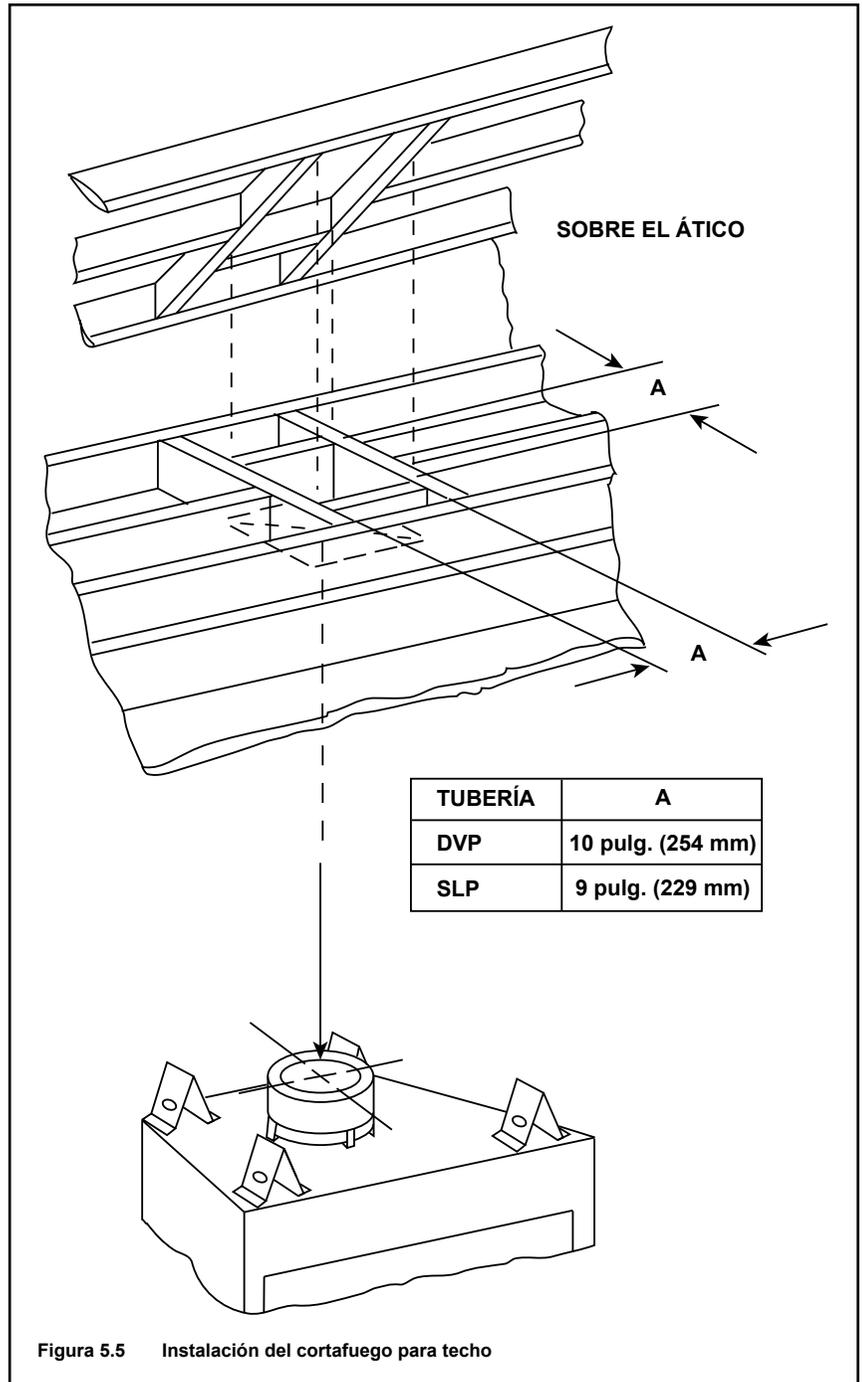

Figura 5.5 Instalación del cortafuego para techo
- **Solo tubería DVP:** enmarque una abertura de 10 pulgadas por 10 pulgadas (254 mm por 254 mm) siempre que el conducto de ventilación penetre el techo o piso (consulte la Figura 5.5).
- **Solo tubería SLP:** enmarque una abertura de 9 pulgadas x 9 pulgadas (229 mm por 229 mm) siempre que el conducto de ventilación penetre el techo o piso (consulte la Figura 5.5).